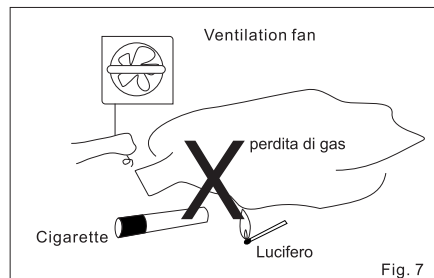

Fig. 7
- Evitare di accendere e spegnere gli interruttori elettrici, di accendere fiammiferi o utilizzare accendini (Fig. 7).